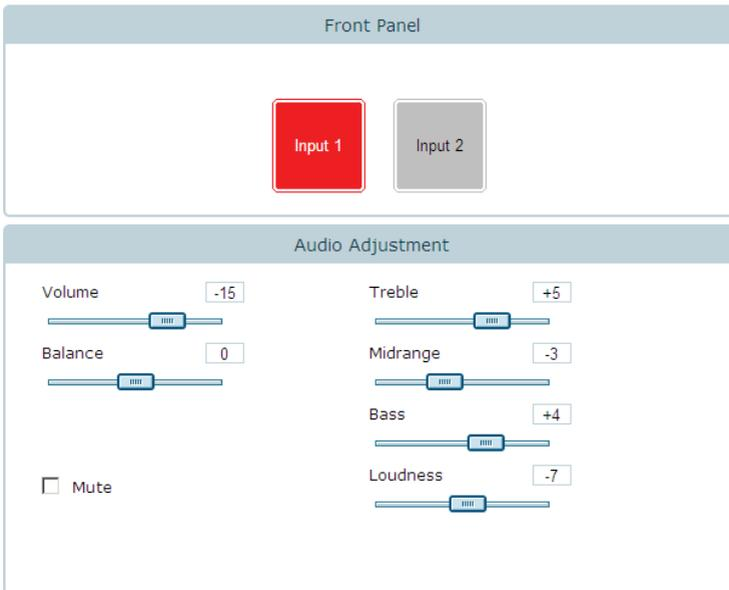

Рис. 12. Управление настройками
5. Чтобы выбрать нужный вход, щелкните на кнопке *Input 1* или *Input 2* (см. рис. 12).